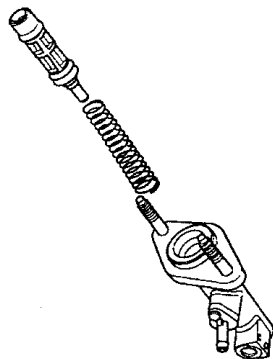

图 4-9 安装活塞总成
- 3) 如图 4-9 所示，将活塞总成滑进离合器主油缸内。